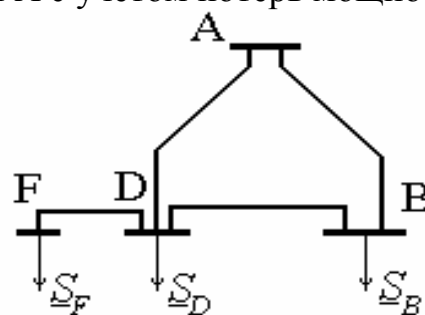

Рис. 55. Схема сети к задаче 33
**Задача 33.** Для сети 110 кВ, изображенной на рис. 55, *определить* мощность, выдаваемую с шин системной подстанции А с учетом потерь мощности в сети. Расчет провести *методом расщепления схемы сети*. Мощности в узлах: